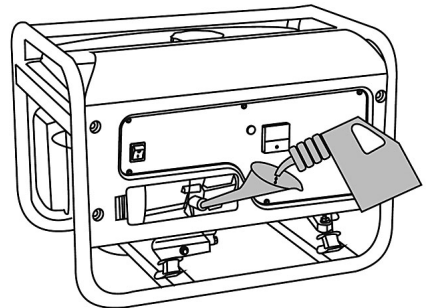

Рис. 8 Заправка двигателя маслом
3. Используя воронку из комплекта поставки генератора, залейте необходимый объем масла рекомендованной категории и вязкости, соответствующей температуре окружающего воздуха (Рис. 8).